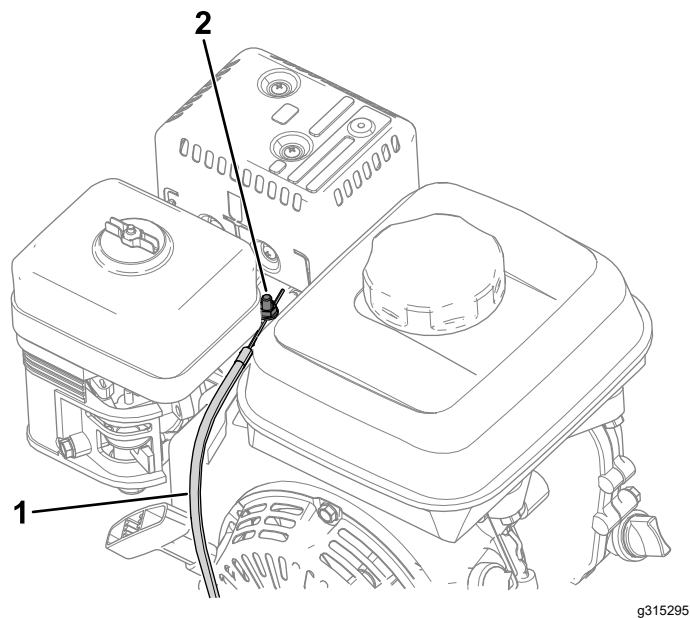

Рисунок 39
4. Ослабьте затяжку винта на зажиме канала троса (Рисунок 39).